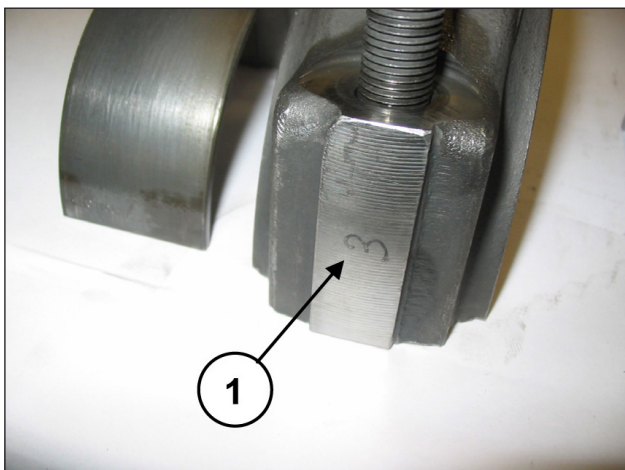

图 18
为了避免可能出现的错误，连杆帽和半连杆在一侧有编号（位置①，图 18）。